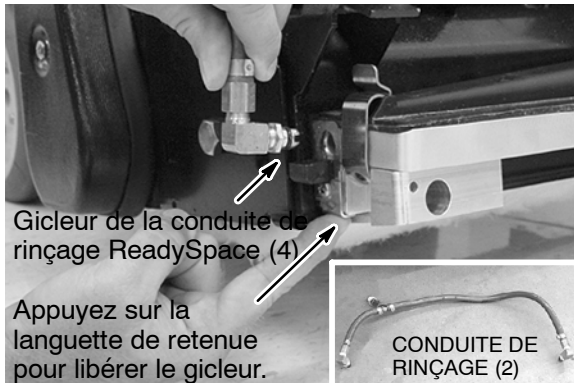

FIG. 39
- Vérifiez la forme de jet des gicleurs dans les deux conduites de rinçage ReadySpace (4 gicleurs). Si les gicleurs sont obstrués, retirez les conduites de rinçage et immergez-les dans une solution d'acide acétique pendant six heures (Figure 39). Ne retirez pas les gicleurs des conduites de rinçage.